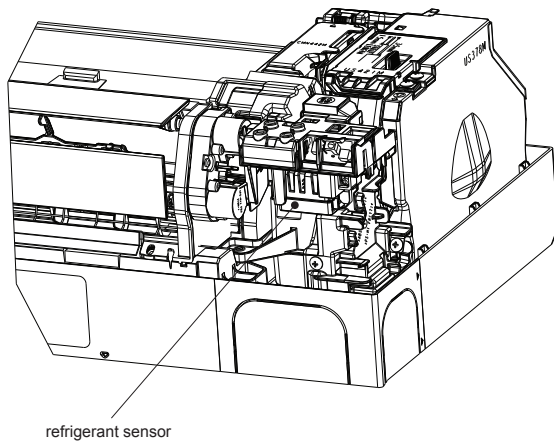

Fig. 5
- 6) Close DISP_GAS_HOLDER. (Fig. 5)